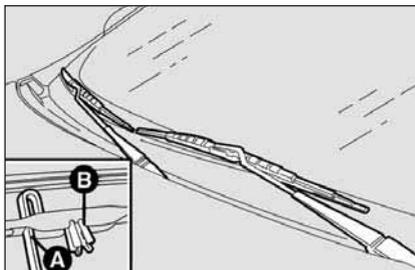

fig. 22
- sollevare il braccio **A**-fig. 22 del tergicristallo e posizionare la spazzola in modo che formi un angolo di 90° con il braccio stesso;